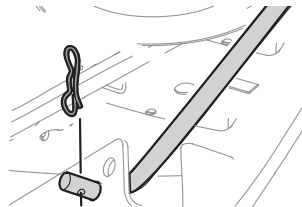

Figura 42
- Tire del pasador de chaveta hacia afuera de la varilla de elevación delantera de la plataforma que la sujeta a la plataforma (Figura 42). Saque la varilla de elevación de la plataforma del soporte de suspensión frontal.